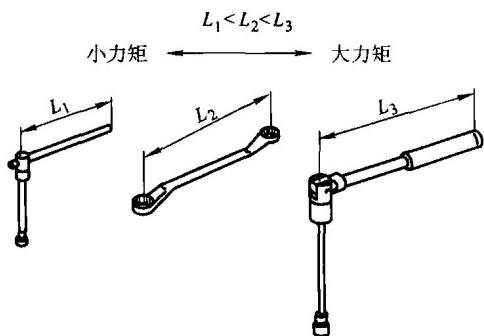

图 0-10 根据旋转力矩的大小选用工具
3) 根据旋转力矩的大小选用工具。如果最后拧紧或开始拧松螺栓或螺母需要大力矩时，允许使用较长手柄的扳手(图 0-10)。这样用较小的力得到较大的力矩。
(4) 工具使用时的注意事项